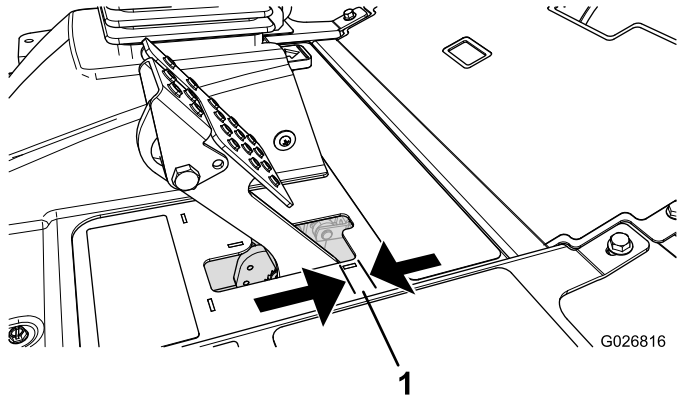

Figure 96
Régalez les freins si la garde à la pédale de frein est supérieure à 2,5 cm (1 po) (Figure 96) ou si la force de maintien offerte est insuffisante. La garde est la distance parcourue par la pédale de frein avant que le freinage soit ressenti.
2. Serrez l'écrou arrière afin de pouvoir déplacer le câble en arrière jusqu'à obtention d'une garde aux pédales de 0,63 à 1,27 cm ($\frac{1}{4}$ à $\frac{1}{2}$ po) (Figure 96), avant le blocage des roues.